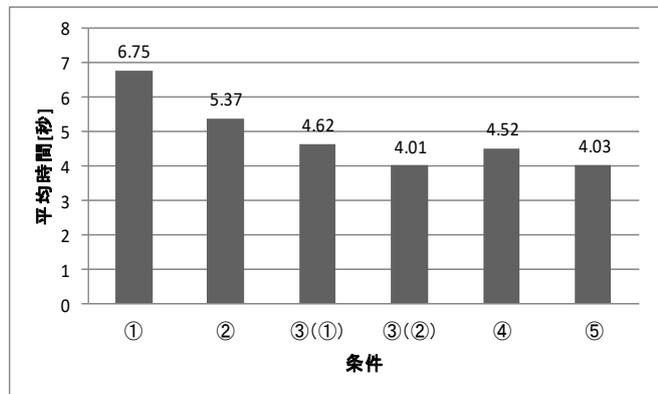

図4 10往復にかかった時間
実験結果を表1と図4にまとめた。最も10往復するのに時間がかかったのは①の船だった。しかし数値をはかることはできなかったが、見た目で棒の振れ幅が最も大きかったのは⑥の船だった。また、見た目が一番安定してなかったのも⑥の船だった。今回の研究では正確な数値を出すことが出来なかった部分があった。
①と②の比較では船底の角度が大きくなると安定しておらず、180°になると最も安定することが分かった。しかし船底の角度が180°では摩擦が大きくなってしまうので実際の船では使用されていないことが分かった。
①と③(①)、②と③(②)では、船にかかる重力が大きくなる方が安定することが分かった。
④の比較から、左右に重力がかかるよりも中心に重力がかかる方が安定することが分かった。
⑦では、正確な数値を出すことができなかった。抵抗を付けて船を揺らしてみるところ、一往復目で揺れが止まった。また実際の船でもフィンスタビライザーという船の揺れを波から防ぐものがあることを知った。